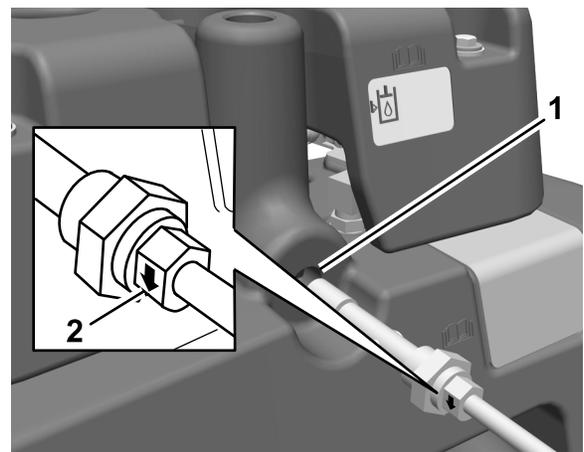

**Figure 8**
- Placez le raccord hydraulique droit dans l'ouverture sur la face inférieure du réservoir du détecteur de fuites (Figure 8).